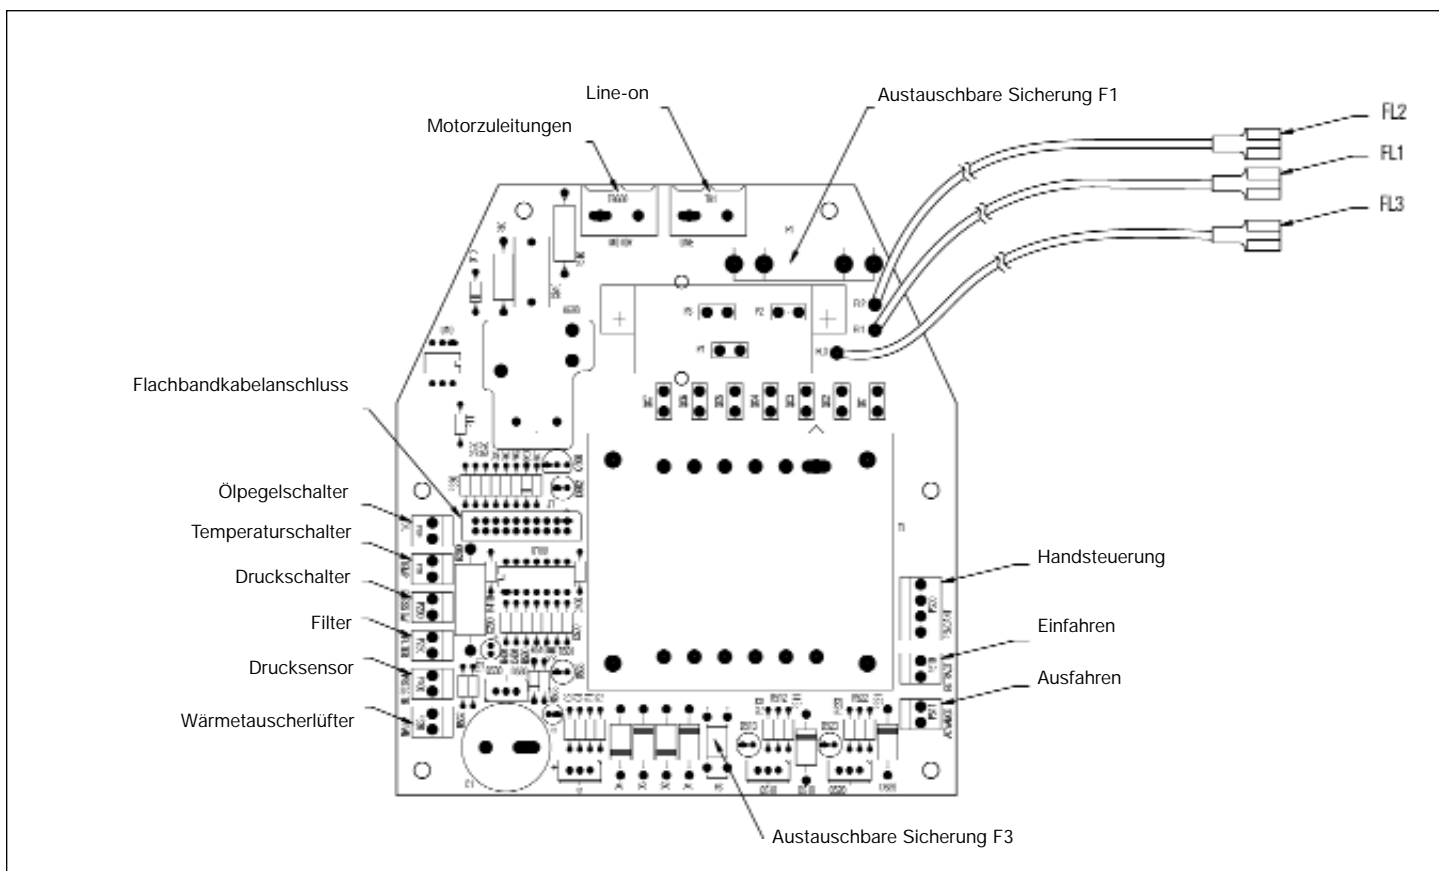

Abb. 12, Konfiguration der elektrischen Stromplatine
Der Drucksensor, Wärmetauscher, Druckschalter, Handsteuerungs-/Fußschalter und die Magnetventile (A) und (B) werden mit Anschlüssen geliefert, die in die entsprechenden Buchsen auf der elektrischen Stromplatine gesteckt werden können (Abb. 12).
Trennen Sie das Gerät von der Stromversorgung, bevor Sie das Gehäuse öffnen. Entfernen Sie die LCD-Gehäusehaelfte halb und einen kleinen Abdeckstopfen vom Frontblech. Verlegen Sie den Draht durch das Frontblech, schließen Sie die Stromplatine an (siehe Abb. 12) und befestigen Sie die Zugentlastung. Montieren Sie LCD-Gehäusehaelfte.
Trennen Sie das Gerät von der Stromversorgung, bevor Sie das Gehäuse öffnen. Entfernen Sie das LCD-Gehäuse halb und einen kleinen Abdeckstopfen von der vorderen Klemme. Verlegen Sie den Draht des Druckschalters durch die vordere Klemme, schließen Sie die Stromplatine an (siehe Abb. 12) und befestigen Sie die Zuentlastung.